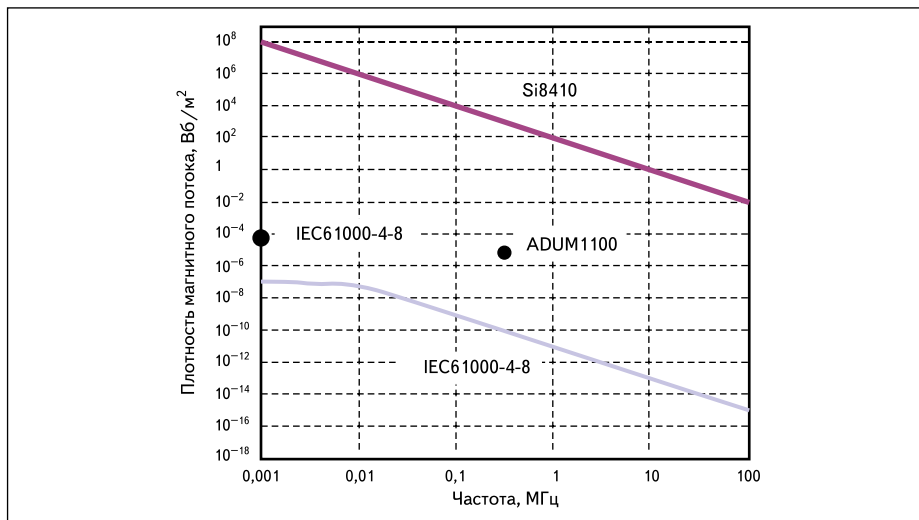

Рис. 7. Предельные значения магнитного потока для цифровых изоляторов и минимальные требования стандартов
- Рис. 7 — предельные значения магнитного потока для цифровых изоляторов и минимальные требования стандартов. Здесь требования стандартов цифровые изоляторы Silicon Labs выполняют с заметным запасом.